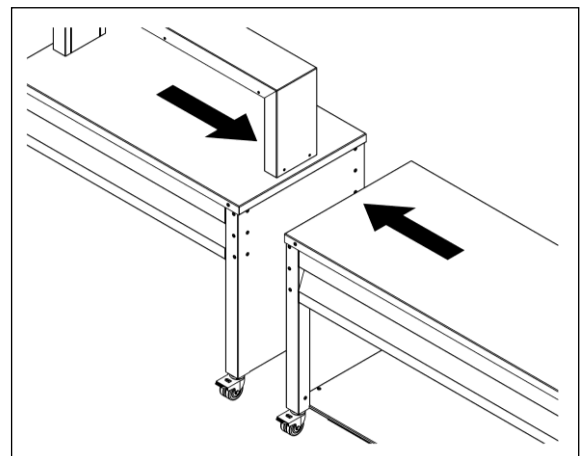

Abb. 2
3. Zu verbindende Geräte zusammenschieben. **Abb. 2**